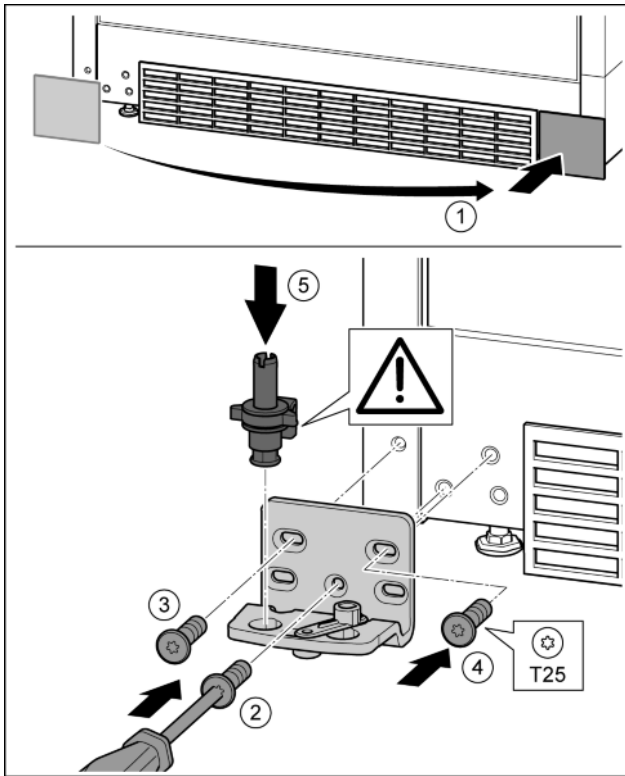

Fig. 12
- ▶ Снять крышку и поставить с другой стороны. Fig. 12 (1)
- ▶ Установить опорный кронштейн с другой стороны и прикрутить с помощью отвертки T25. Начинать с винта 2 в центре. Fig. 12 (2)
- ▶ Затянуть винты 3 и 4. Fig. 12 (3, 4)
- ▶ Снова установить опорный палец в сборе. При этом следить за тем, чтобы выступ фиксатора был направлен назад. Fig. 12 (5)